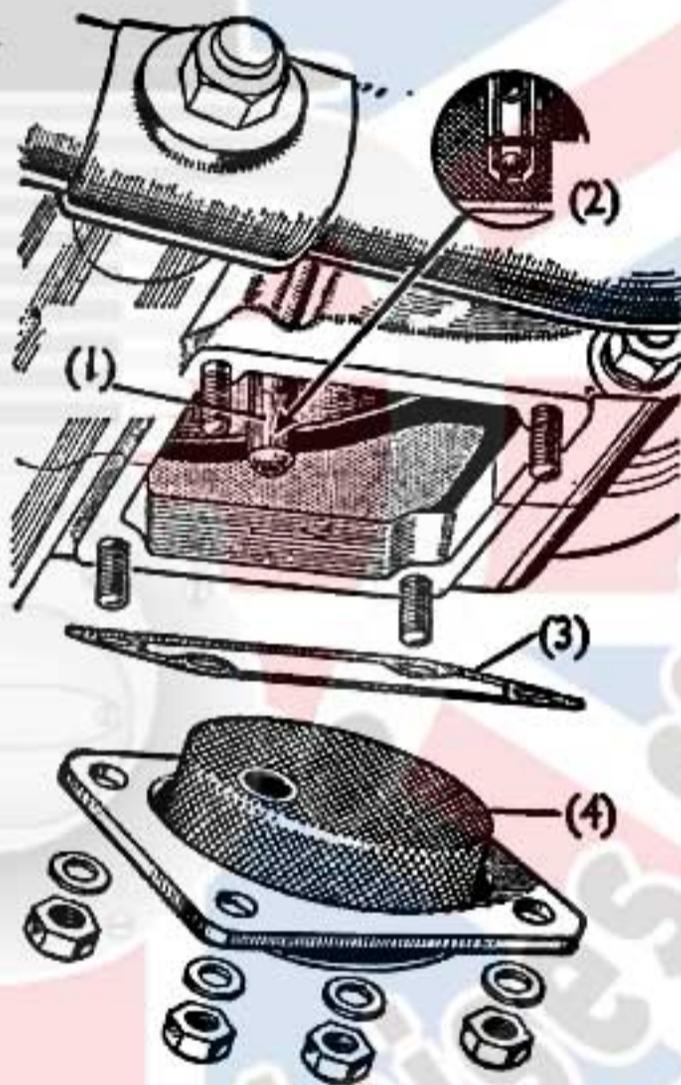

Fig. 2. Filtre de carter et soupape à bille de la pompe.
L'huile s'écoule ensuite vers le bas à travers un autre filtre en toile métallique situé à la partie inférieure du carter (Fig. 2) et elle s'accumule dans un petit carter à huile d'où elle est pompée par un deuxième jeu d'engrenages et dirigée vers la pompe par l'intermédiaire de la soupape à bille (Fig. 2) et retourne au réservoir. Si le bouchon de remplissage du réservoir est retiré, pendant que le moteur tourne l'huile de retour doit être apparente à la sortie de la canalisation (Fig. 1). Le jet d'huile contiendra certainement des bulles d'air ce qui est normal et est dû à la plus grande capacité de la pompe de retour. S'il n'y a aucun débit à la sortie de la canalisation stopper le moteur immédiatement et essayer de déterminer la cause (voir soupape à bille de la pompe, page 12).
Lorsque le filtre de carter est démonté pour nettoyage il faut en profiter pour vérifier la soupape à bille (C) Fig. 2 qui se trouve dans la ligne d'aspiration de la pompe. La bille doit être libre sur son siège et l'on peut le vérifier en insérant un morceau de fil de fer dans l'orifice de la soupape. Si la bille adhère à son siège il se produira un retour d'huile dans le réservoir. Contrairement, si le carter contient une quantité excessive d'huile, après un arrêt d'une nuit par exemple, ceci peut être dû à un mauvais contact de la bille sur son siège provoqué par un corps étranger qui permet à l'huile de passer de la pompe au carter.